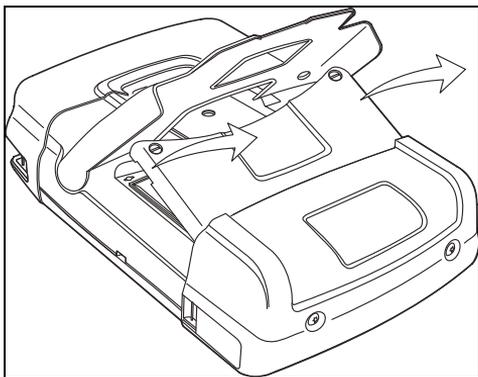

Figure 48. Retrait du couvercle du compartiment de la batterie
4. Soulevez le couvercle et retirez-le, (Figure 48)